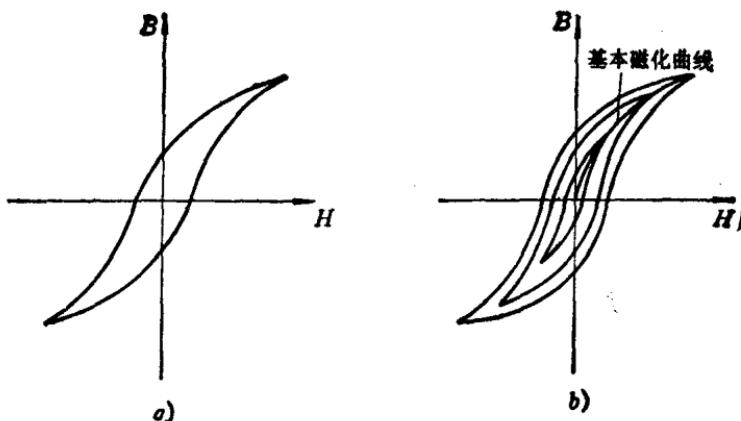

图 1-2 铁磁体的磁滞回线
64. 基本磁化曲线 磁滞回线的形状与磁场强度的最大值有关, 磁场强度的最大值不同, 所得磁滞回线的顶点也不同, 如图 1-2 b)所示。这些顶点的连线称为基本磁化曲线。